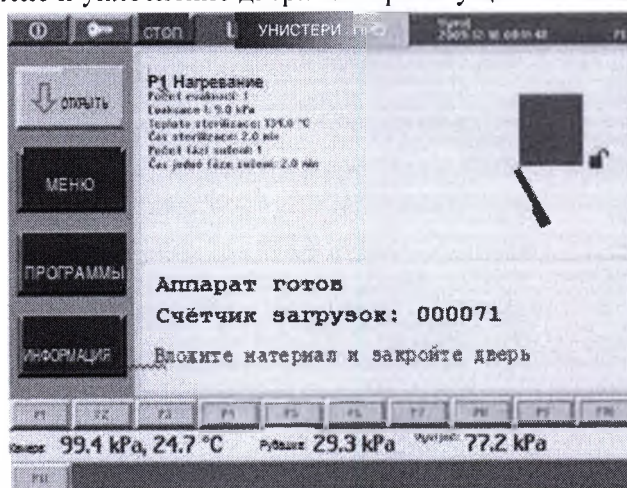

Рисунок 5. Вид индикации основного экрана
- Откройте дверь на стороне загрузки материала – нажмите кнопку «ОТКРЫТЬ» рисунок 5;